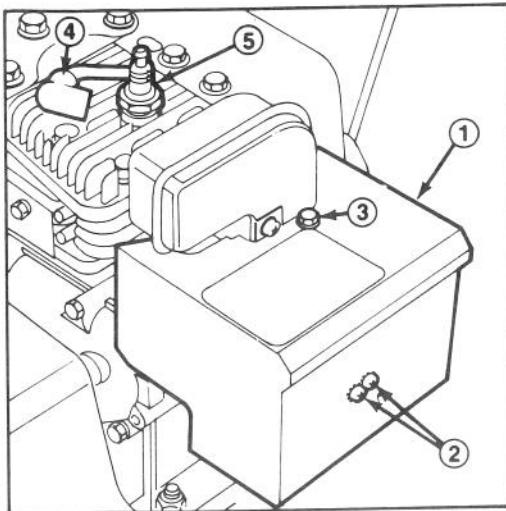

Figure 15
Remarque: Modèle 521 seulement) Pour mettre le moteur en marche à 4°C (40°F) ou à des températures plus élevées, enlevez la boîte de chauffage du carburateur (Fig. 15). Il faut toutefois remettre le boîte de chauffage à des températures inférieures à 4°C ou 40°F. Pour enlever la boîte de chauffage du carburateur, procédez comme suit:
1. Poussez le fil de haute tension sur la bougie d'allumage (Fig. 15).
Pour éviter la mise en marche accidentelle du moteur pendant les travaux d'entretien, mettez la clé d'allumage en position d'arrêt et retirez-la du contact. Enlevez ensuite le fil de haute tension de la bougie (Fig. 15) et assurez-vous que le fil ne puisse accidentellement toucher la bougie.